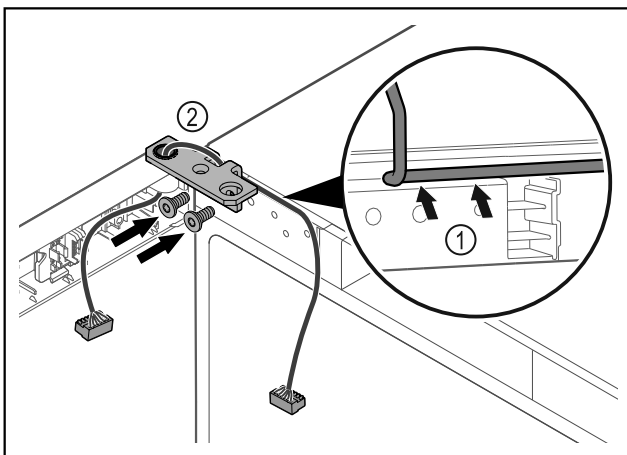

Fig. 63
- ▶ Проведите кабель через отверстие в шарнирном уголке и аккуратно уложите его Fig. 63 (1).
- ▶ Привинтите шарнирные уголки Fig. 63 (2).